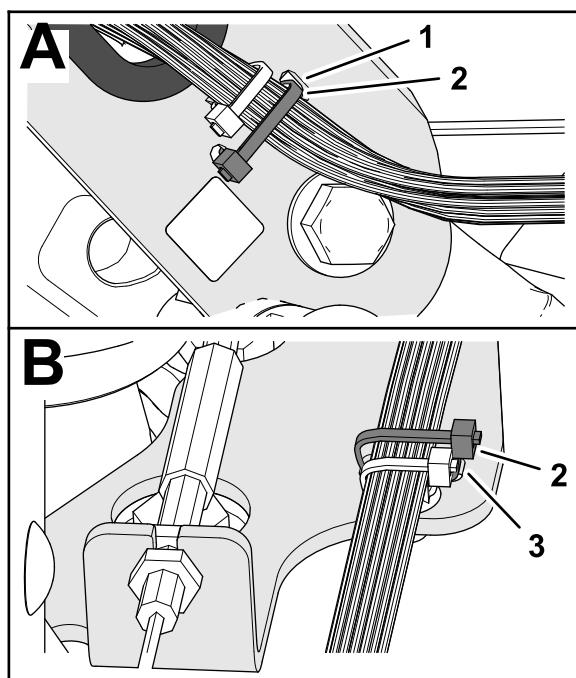

图 11
6. 用扎带穿过手把槽的狭槽将机器线束固定至手把槽 **图 11**。